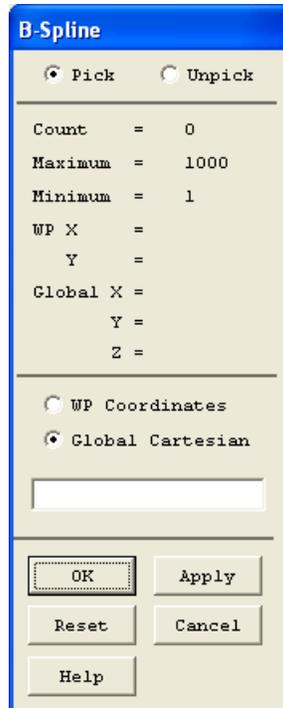

Рисунок 37. Окно выбора точек, через которые будет проходить сплайн
- С помощью второго диалогового окна выбора **B-Spline** (Рисунок 37) необходимо выбрать точки, через которые будет проходить сплайн.